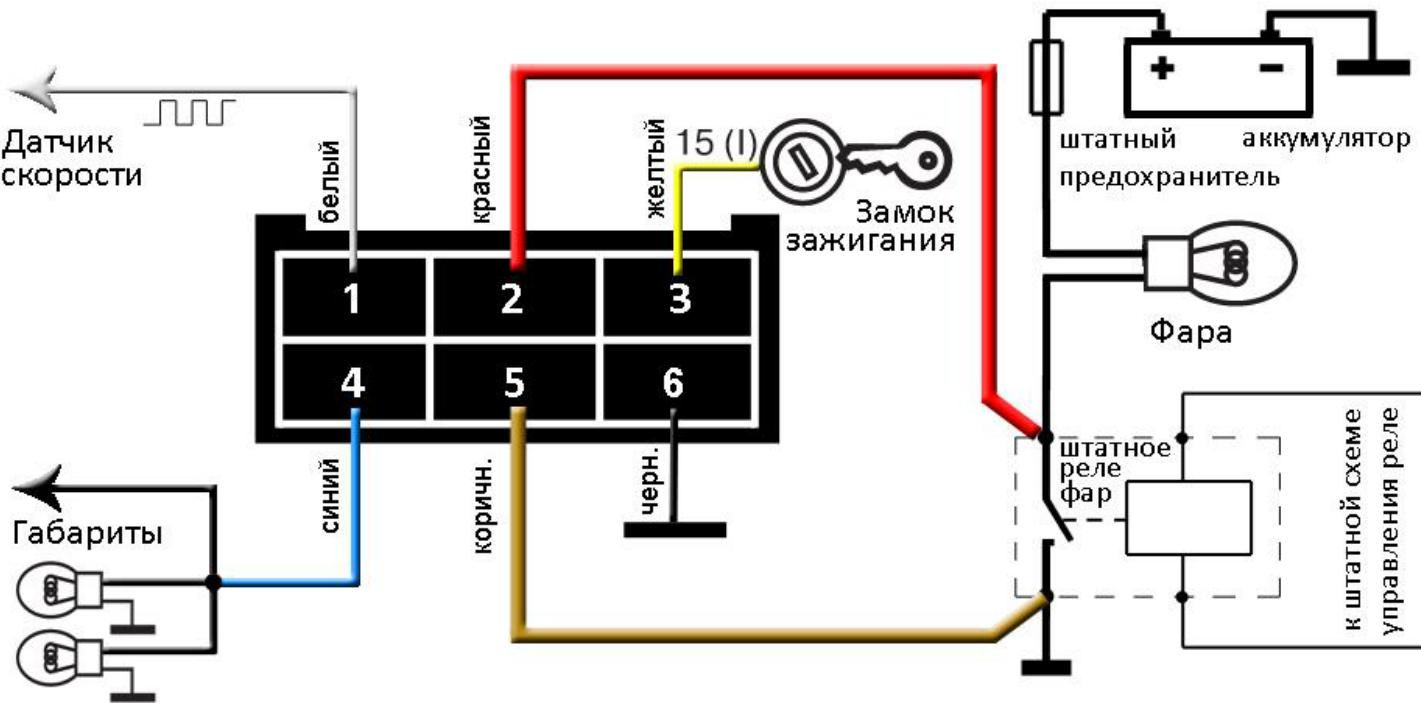

Рисунок 2
- 2. Дальний свет** (сечение 1мм²). Подключается к проводу, подключенному к контакту штатного реле включения света лампами дальнего света, который подключен к лампам фары (см. рис.2). Точка подключения должна быть как можно ближе к реле.